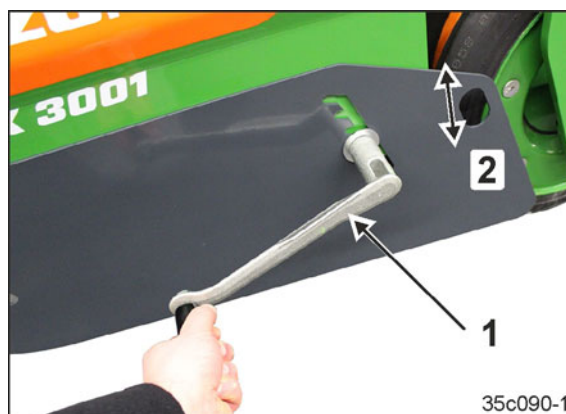

Fig. 108
1. Aflojar los tornillos con la herramienta de manejo (Fig. 108/1) (NO los desmonte)
2. Colocar la chapa lateral en la posición deseada (Fig. 108/2)